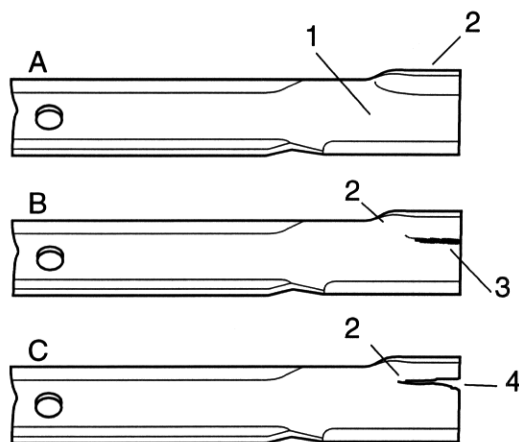

Fig 6
1. Controllare attentamente i taglienti della lama, specialmente nei punti in cui le parti piatte e curve si incontrano (Fig. 6-A). Sabbia e materiali abrasivi consumano il metallo che unisce le parti piatte e curve della lama, quindi si raccomanda di verificare la lama prima di utilizzare il tosaerba. Se si nota usura (Fig. 6-B) sostituire la lama.
Se si lascia che la lama si consumi si forma una fessura tra la costa e la parte piatta della lama (Fig. 6-C). Infine un pezzo di lama si spezza e viene espulso da sotto la sede, con il rischio di causare gravi ferite all'operatore o ad astanti.